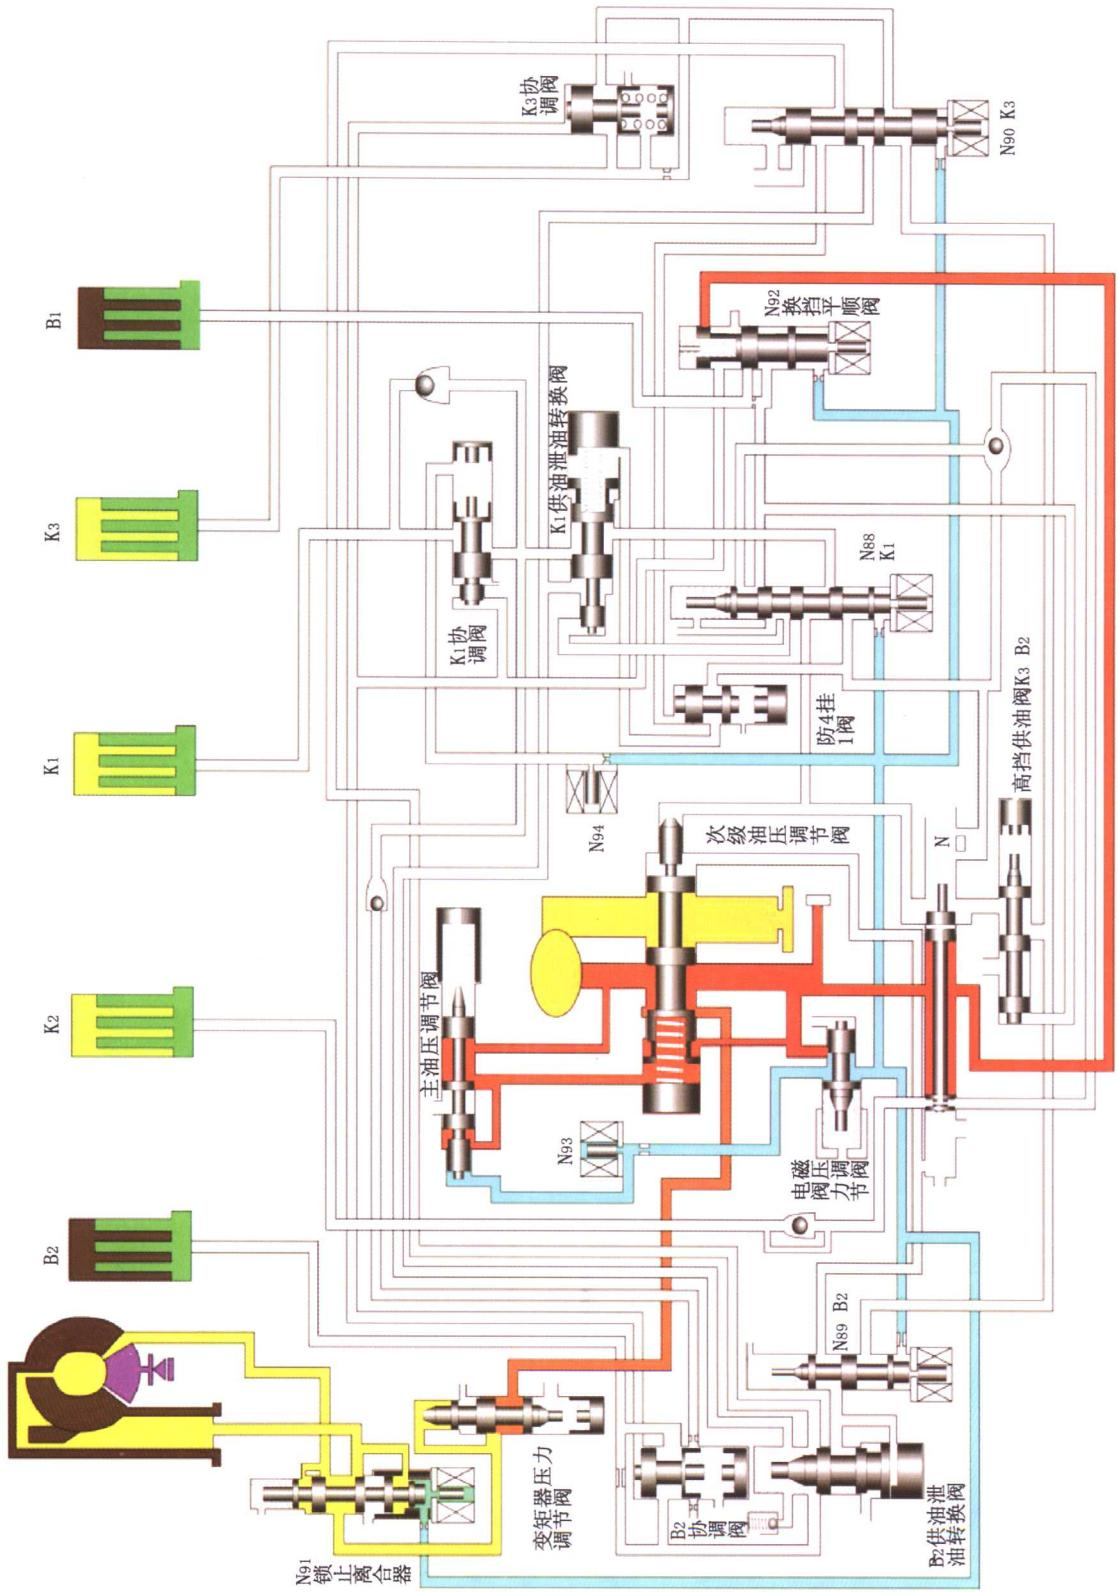

图 1-32 拉维奈尔赫式 01M 自动变速器各挡油路工作原理图
3. 拉维奈尔赫式行星齿轮变速器(大众 01M)各挡油路工作原理图(图 1-32 至图 1-37)